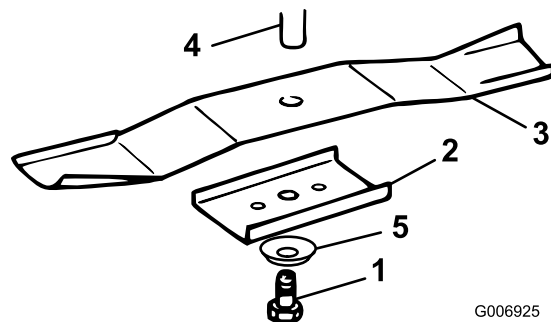

Figure 33
3. Enlevez le boulon (clé de 16 mm [5/8"]), la rondelle bombée, le porte-lame et la lame (Figure 33). Pour enlever le boulon, bloquez éventuellement la lame en introduisant une cale en bois entre la lame et le carter du plateau de coupe.
1. Montez chaque lame, le porte-lame, la rondelle bombée (face concave vers la lame) et le boulon de lame (Figure 33).